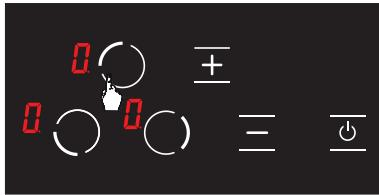

Abbildung 19
2. Berühren Sie erneut die Auswahltaste () der oberen linken Kochplatte. (siehe Abb. 19)